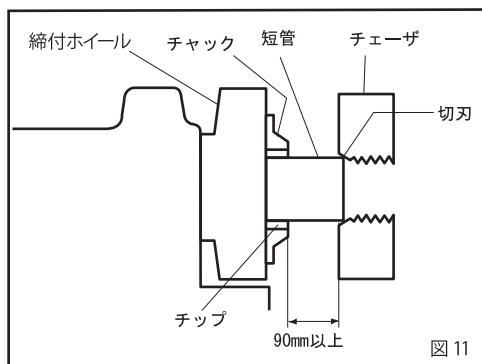

図 11
- ① 後部スクロールおよびチャックをパイプ径より大きく開き、パイプを後部スクロール側から差し込んでください。(短管の場合はチャック側から差し込みます。)
- ② 後部スクロールを締めてから、右手でパイプを支え左手で締付ホイールを回してチャックを軽く締め、パイプにチップをよく合わせてから強くパイプを締め付けます。(反動をつけて締付ホイールを回す)
- ③ パイプの取外しは、反動をつけて締付ホイールを逆方向に回せばチャックが緩みます。次にスクロールを緩めてパイプを取外してください。
■ 短管ねじ切りのパイプのつかみ方 (図 11)